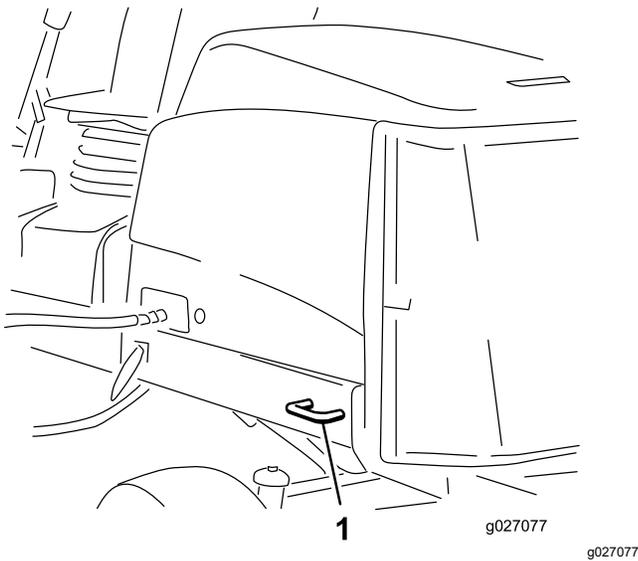

Рисунок 39
- В задней части – используйте каждую сторону машины на задней раме (Рисунок 39)